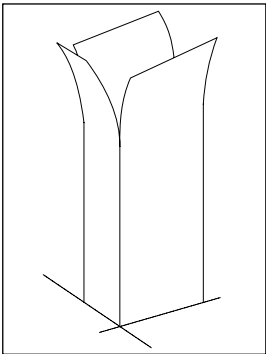

Abb. 7:
- Traditionelle befestigung : wenn es nicht anders vermeldet ist auf dem Bestellschein, dann werden die Führungen 50 mm länger als der Fensterhöhe geliefert. Dies bietet bei der Montage die Möglichkeit, die Profile an der Oberseite einzusägen und sie zu einem Trichter zu biegen (Abb. 7)